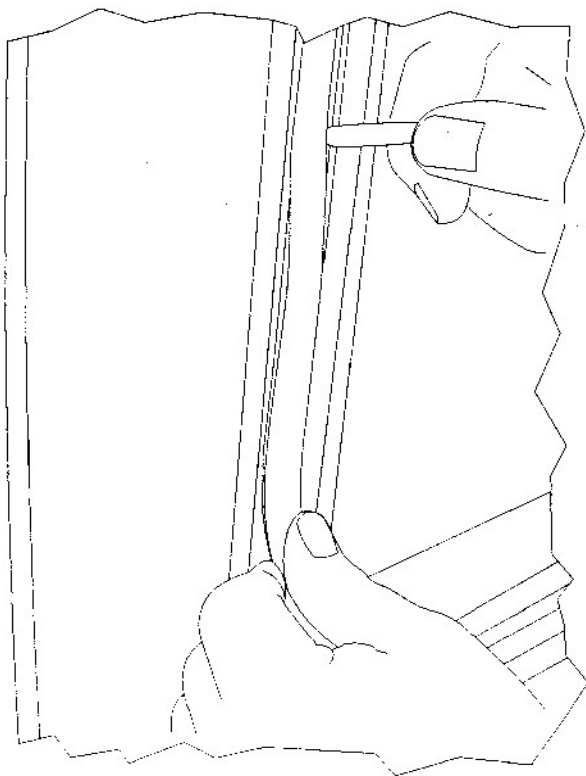

FIGURA 2-15
16. Instale el material de tapicería sobre la parte superior de los pernos que sujetan el marco de la ventana a la puerta. Use un destornillador de paleta para ayudar a instalar el material de tapicería. Vea la Figura 2-15. Tenga cuidado de no cortar el borde de retención del material de tapicería.